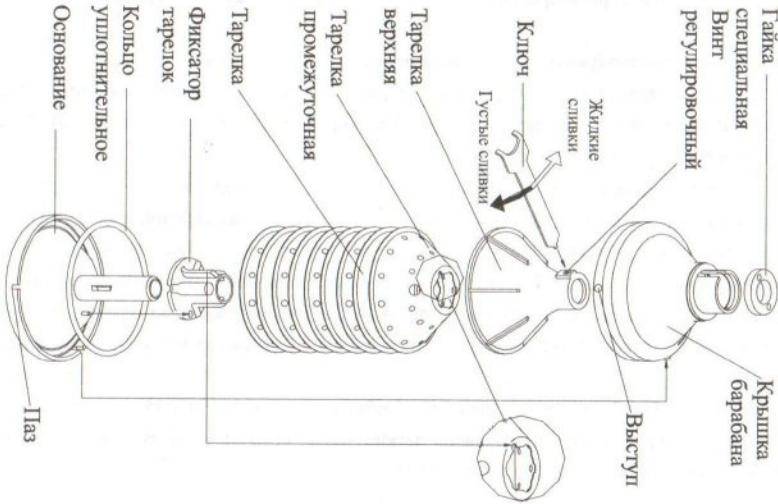

Рисунок 1
- барабан разобрать, открутив гайку специальную (рисунок 1). Детали барабана промыть в горячем 2% содовом растворе, ополоснуть чистой водой, просушить и собрать.
Сборку барабана (рисунок 1) проводить в следующем порядке:
- надеть на фиксатор все тарелки, начиная с "1", в последовательности: первая тарелка - с выдавками, следующая - гладкая и так далее с чередованием тарелок с выдавками и гладких, последняя тарелка должна быть с выдавками. Следить за совмещением паза тарелок и направляющей фиксатора. Надеть тарелку верхнюю и крышку барабана, совместив выступ на крышке барабана с пазом в основании (рисунок 1). Навернуть на питающую трубку основания барабана гайку и затянуть ее ключом усилием руки, обеспечив герметичность барабана.
Регулировку отношения сливок к обрату производить, вращая винт регулировочный (рисунок 1). При вывертывании винта объем сливок увеличивается, при ввертывании - уменьшается.